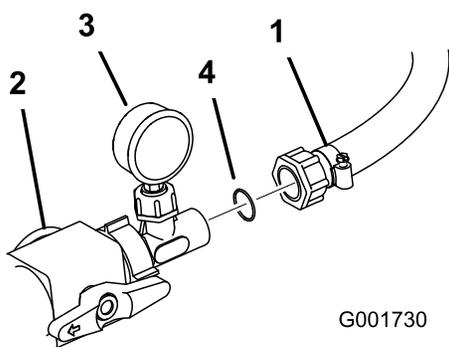

Figura 17
18. Instale um anel de retenção de plástico entre o indicador de pressão e o tubo que leva à bobina. Ligue o tubo à montagem (Figura 17). Aperte uma porca de plástico no tubo para o prender no indicador de pressão.